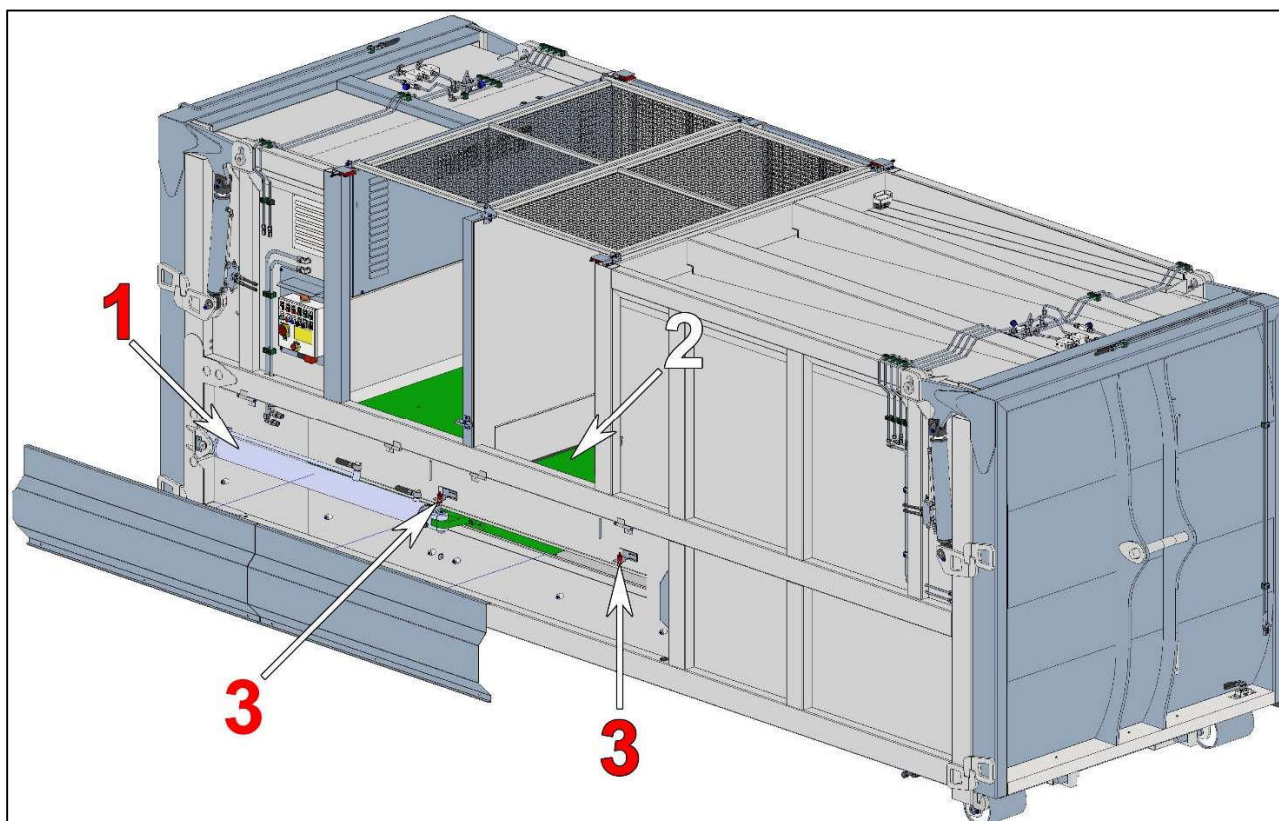
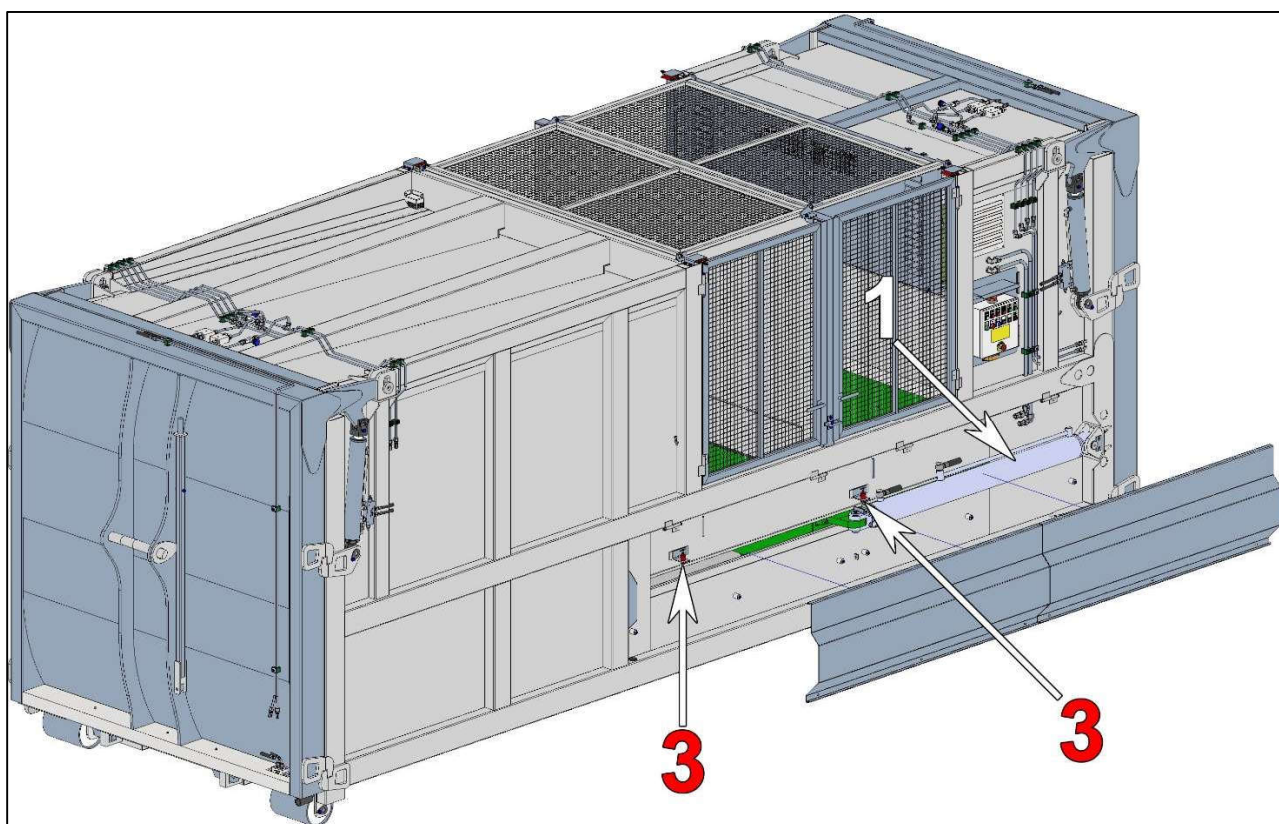

Figura 10 – particolari gruppo di compattazione - sx
Figura 11 - particolari gruppo di compattazione - dx
Con riferimento alla Figura 10 e alla Figura 11: il gruppo pressa è costituito da un robusto telaio scorrevole detto pala (2) comandato tramite due attuatori oleodinamici (1) posti all'esterno della struttura ed accessibili mediante pannelli incernierati alla stessa.